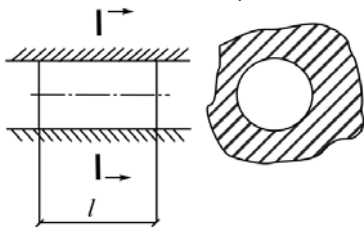

Рис. 2.27
**2.27. Упругий стержень вставлен без зазора в отверстие в абсолютно жестком теле. Предполагая отсутствие сил трения, определить удлинение стержня при нагревании его на  $\Delta t$ . Дано:  $l, \nu, \alpha_t$  (рис.2.27).**